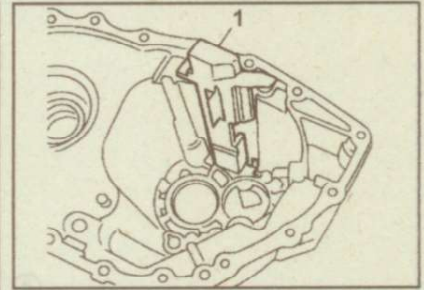

Рис. 9.40. Снятие масляного канала (1) с картера коробки передач
11. Снимите масляный канал с картера коробки передач (рис. 9.40).